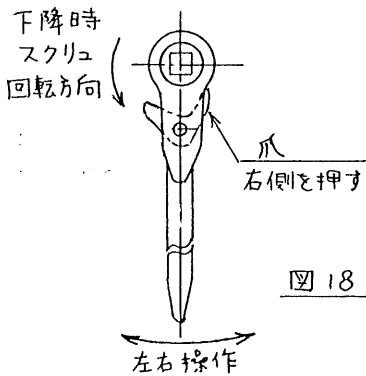

図18
- d)ジャッキを下降させる時はラチェットハンドルの爪を右側に切替え、ハンドルを左右に操作して下さい。（図18）